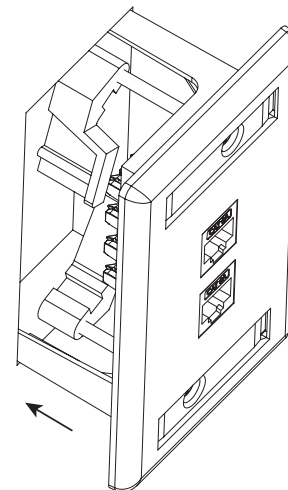

Figure 3 (front) / Figure 3 (avant) / Figura 3 (frente)
9. Carefully push the cables back into the wall cavity and push the QuickPlate Tempo wall plate flush against the wall (**Figure 3**).
9. Réinsérer délicatement les câbles dans la cavité murale et poser la plaque contre la surface d'installation (**figure 3**).